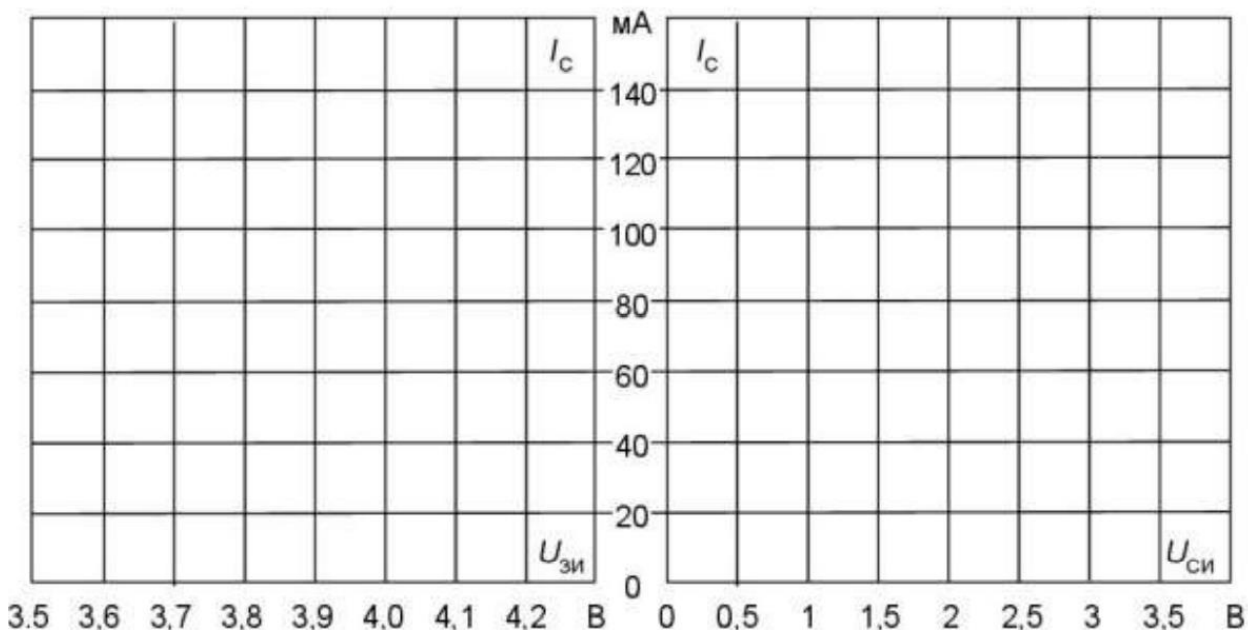

Рисунок 1.9
4) Постройте график стоко-затворной характеристики (рисунок 1.9) и определите крутизну: